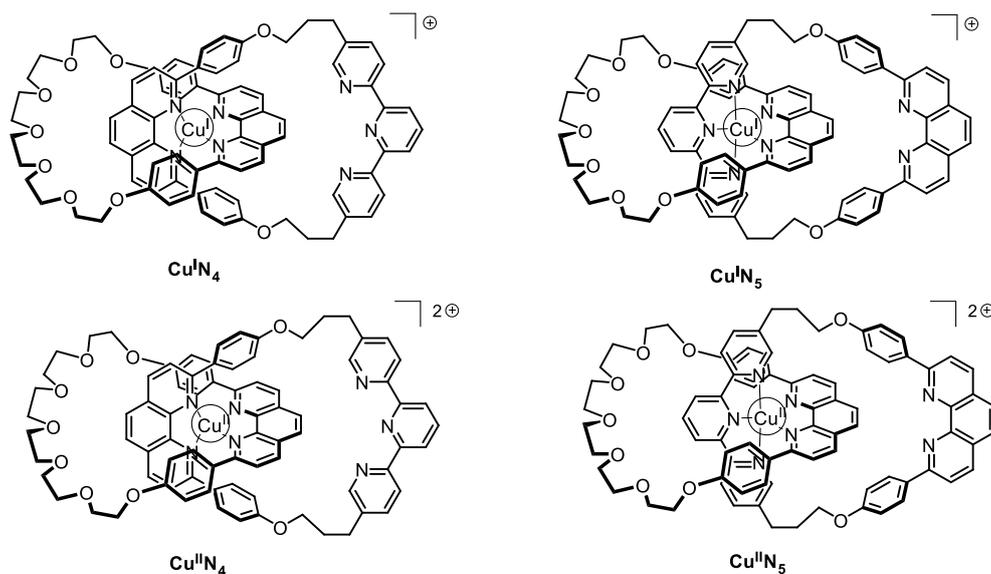

Fig. 2 – Estados del [2]catenano **L**
11. **Complete** los recuadros de líneas sólidas con los complejos involucrados, usando la designación de la Fig. 2, y los recuadros de líneas punteadas con la secuencia requerida para alcanzar el control electroquímico del sistema, utilizando la notación siguiente:  (rotación);  $+e^-$ ;  $-e^-$ .